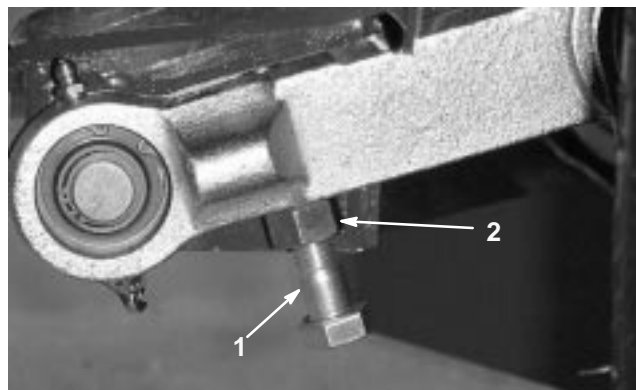

Bild 21
3. Sie können den Abstand mit der Einstellschraube am hinteren Gelenkverbindungsstück des Mähwerks einstellen (Bild 21). Lösen Sie die Klemmmutter an der Einstellschraube. Lösen oder ziehen Sie die Einstellschrauben an, bis ein Abstand von 13 ± 3 mm erreicht ist. Ziehen Sie dann die Klemmmutter fest.